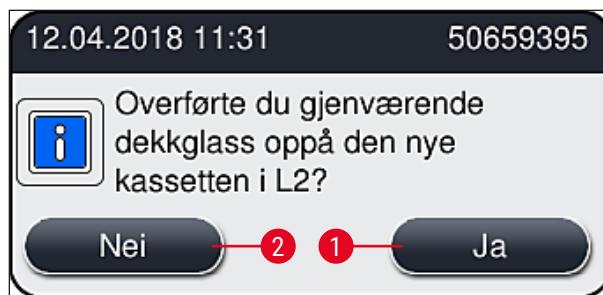

Fig. 63
8. Etter å ha lukket dekselet får brukeren spørsmål om hvorvidt det gjenværende dekkglasset har blitt satt inn i den nye dekkglasskassetten (→ Fig. 63). Hvis dette er tilfelle, bekrefter du informasjonsmeldingen med **Ja** (→ Fig. 63-1). Hvis ingen dekkglass har blitt satt inn, må du bekrefte informasjonsmeldingen med **Nei** (→ Fig. 63-2).